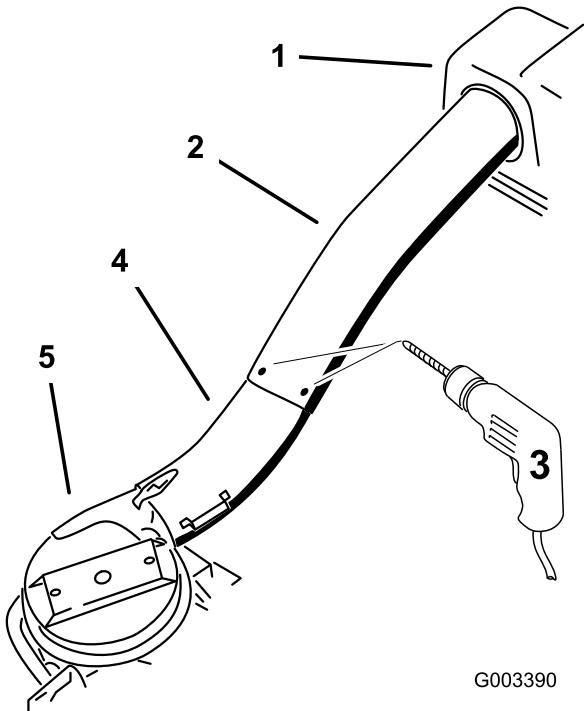

Figura 29
- 12. Usando los tres taladros o muescas del tubo superior como guía, perfore tres taladros (7/32" de diámetro) en el punto de unión de los tubos superior e inferior (Figura 29).